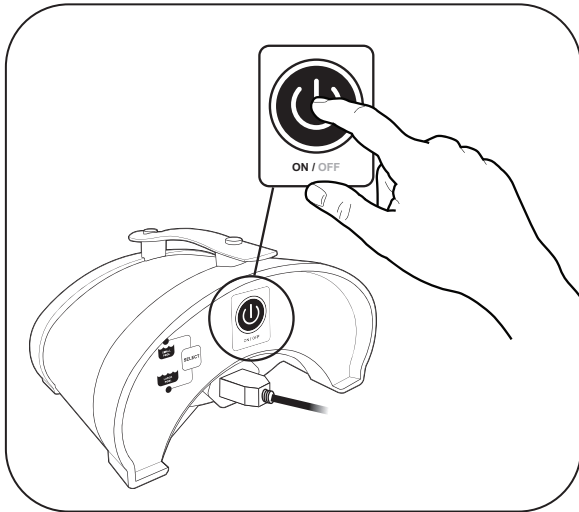

Figura 6. Comenzar a limpiar
1. Presione el botón de encendido/apagado para comenzar o interrumpir la operación del limpiador (Figura 6).